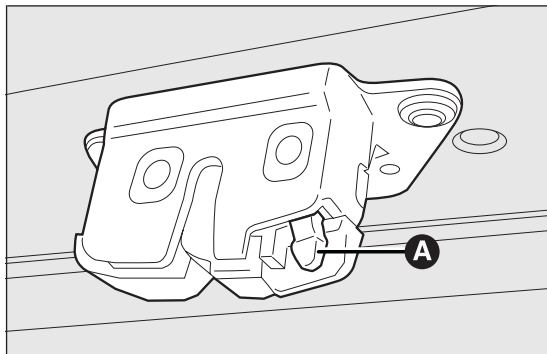

fig. 65
- ☐ operando all'interno del bagagliaio, premere sulla levetta A fig. 65 ed aprire il portellone.